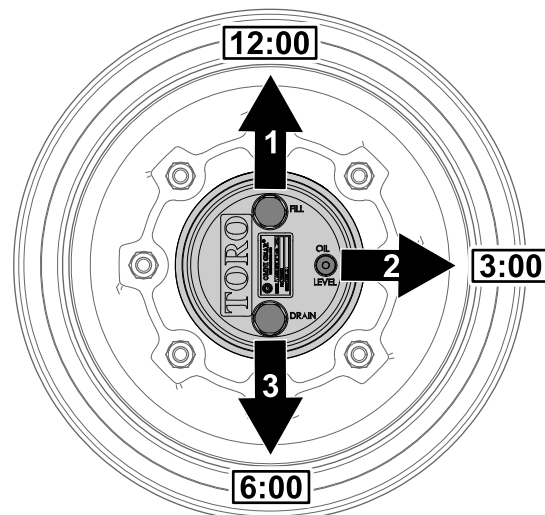

Figure 66
1. Garez la machine sur une surface plane et horizontale et positionnez la roue de sorte que le bouchon de remplissage se trouve à la position 12 heures, le bouchon de contrôle à la position 3 heures, et le bouchon de vidange à la position 6 heures (Figure 66).
2. Retirez le bouchon de contrôle à la position 3 heures (Figure 66).
1. Garez la machine sur une surface plane et horizontale et positionnez la roue de sorte que le bouchon de remplissage se trouve à la position 12 heures, le bouchon de contrôle à la position 3 heures, et le bouchon de vidange à la position 6 heures; voir la Figure 66 à la section Contrôle du niveau de lubrifiant du train planétaire (page 65).